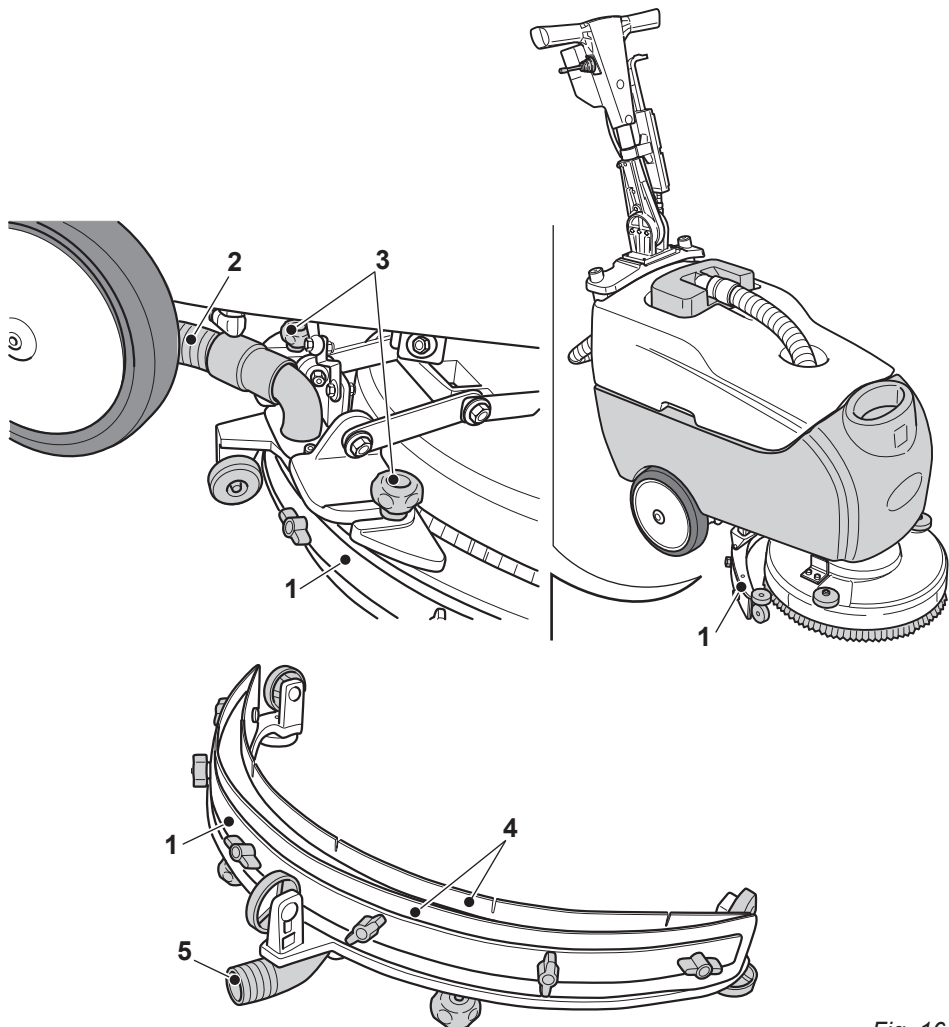

Fig. 16
11.1.c - Pulizia tergitore (Fig. 16)